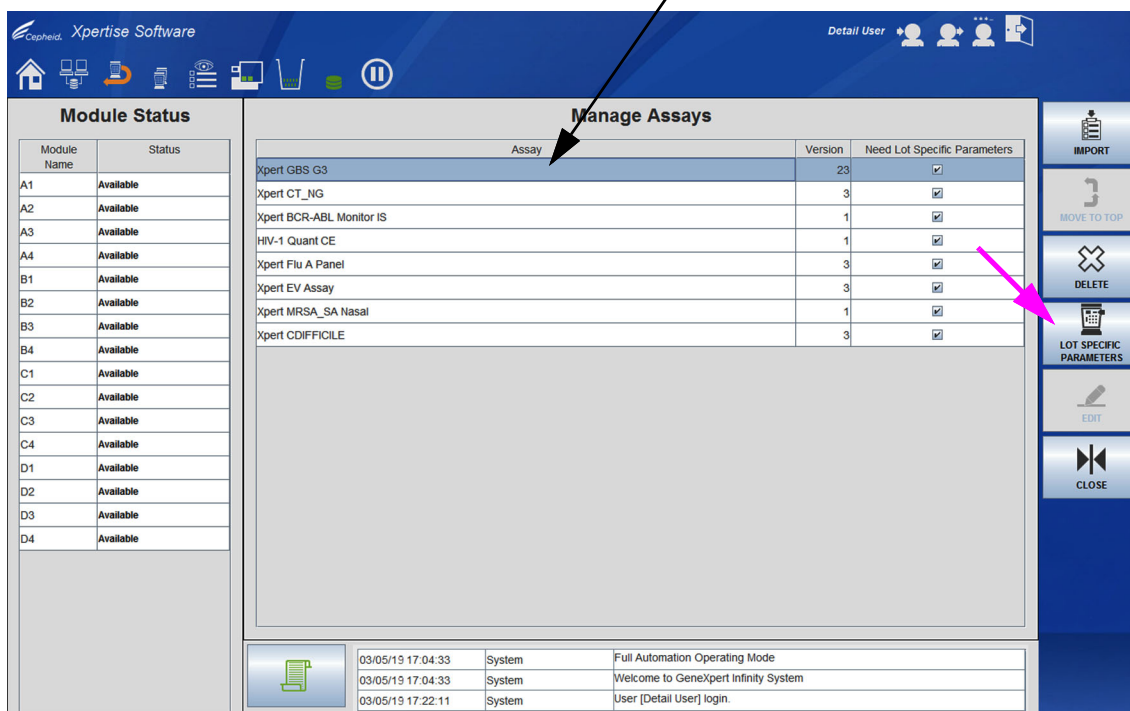
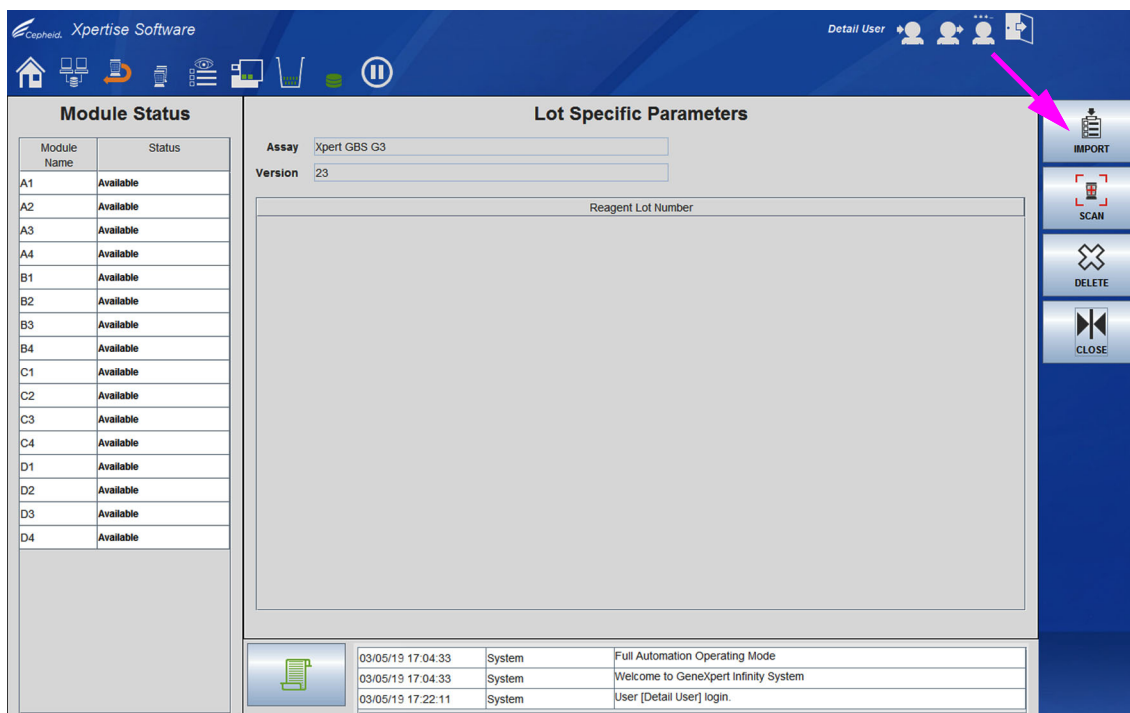

図 2-63. アッセイの管理ワークスペース
図 2-64. ロット特異的パラメータワークスペース
1. アッセイの管理 (Manage Assays) メニュー (図 2-63 を参照) で、ロット特異的パラメータを必要とするアッセイリストでアッセイ名を選択します。
2. **ロット特異的パラメータ (LOT SPECIFIC PARAMETERS)** ボタンを選択します。図 2-63 を参照。ロット特異的パラメータ (Lot Specific Parameters) ワークスペースが表示されます (図 2-64 を参照)。ロット特異的パラメータ (Lot Specific Parameters) ワークスペースには、そのアッセイ用に現在ロードされているロット特異的パラメータファイルのリストが表示されます。新しいアッセイの場合は、ロット特異的パラメータは表示されません。
- ロット特異的パラメータ (Lot Specific Parameters) ワークスペースで、**インポート (IMPORT)** ボタンを選択します (図 2-64 を参照)。
1. アッセイの管理 (Manage Assays) メニュー (図 2-63 を参照) 内、ロット特異的パラメータが削除されるアッセイリストでアッセイ名を選択します。